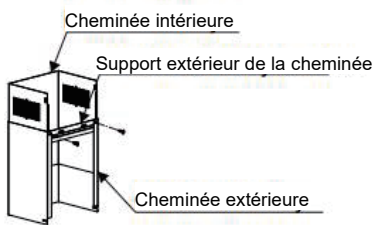
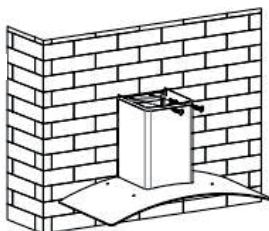

Fig. 6
Fig. 7
7. Installez le support de cheminée extérieure sur la cheminée extérieure avec 2 vis ST4*8 mm, en s'assurant que la cheminée intérieure peut être déplacée librement à l'intérieur. Voir Fig. 6. Après avoir réglé la hauteur, fixez l'unité principale avec 2 vis de sécurité ST4*30 mm. Remarque : les deux orifices de sécurité de 6 mm de diamètre sont situés sur le boîtier arrière. Fixez le support de cheminée extérieur au mur à l'aide de 2 vis ST4*40 mm. Puis mettez les deux cheminées ensemble sur l'unité principale de la cuisinière, placez également le conduit d'évacuation à l'extérieur de la pièce. Voir Fig. 7 et 8.